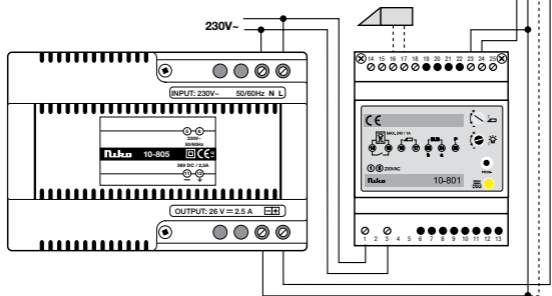

fig.4
d. Voorbeeldschema van een volledig systeem (fig.4).